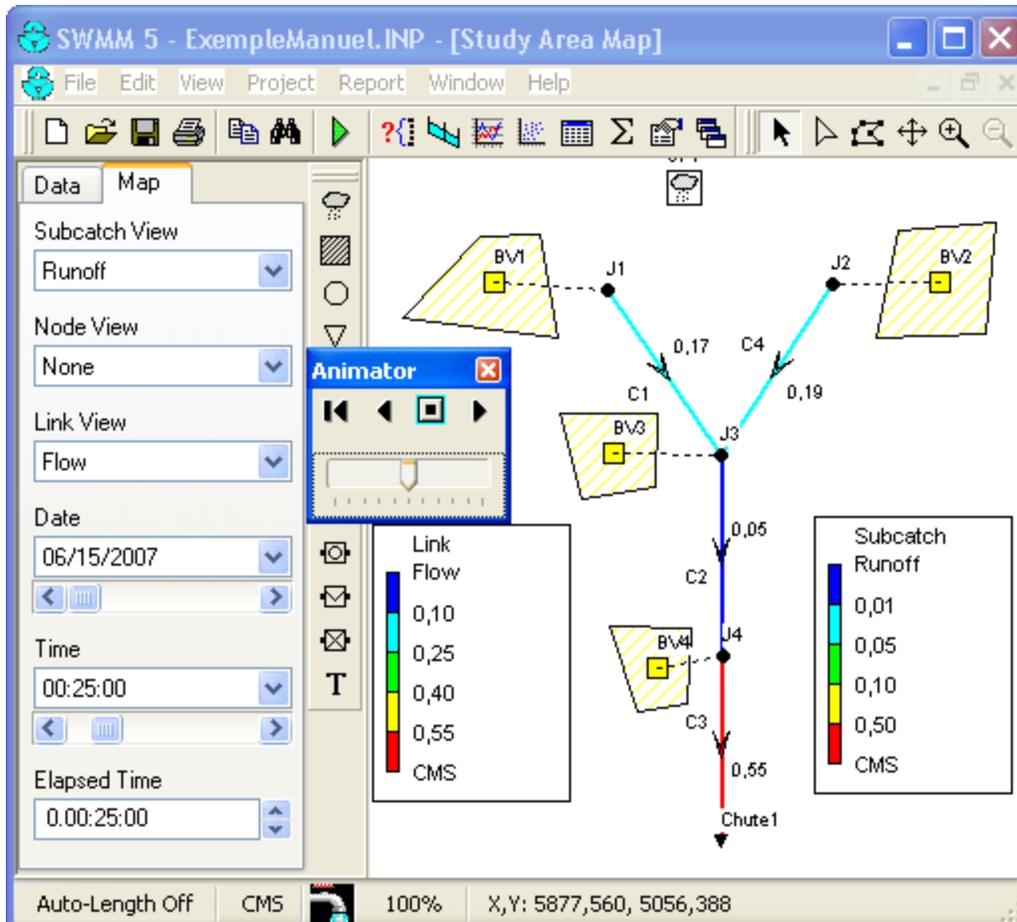

Figure 33 Outil d'animation pour la visualisation des résultats
6. pour animer, sélectionner **View >> Toolbars >> Animator** et utiliser l'outil « Animator Toolbar » pour contrôler l'animation (figure 33).